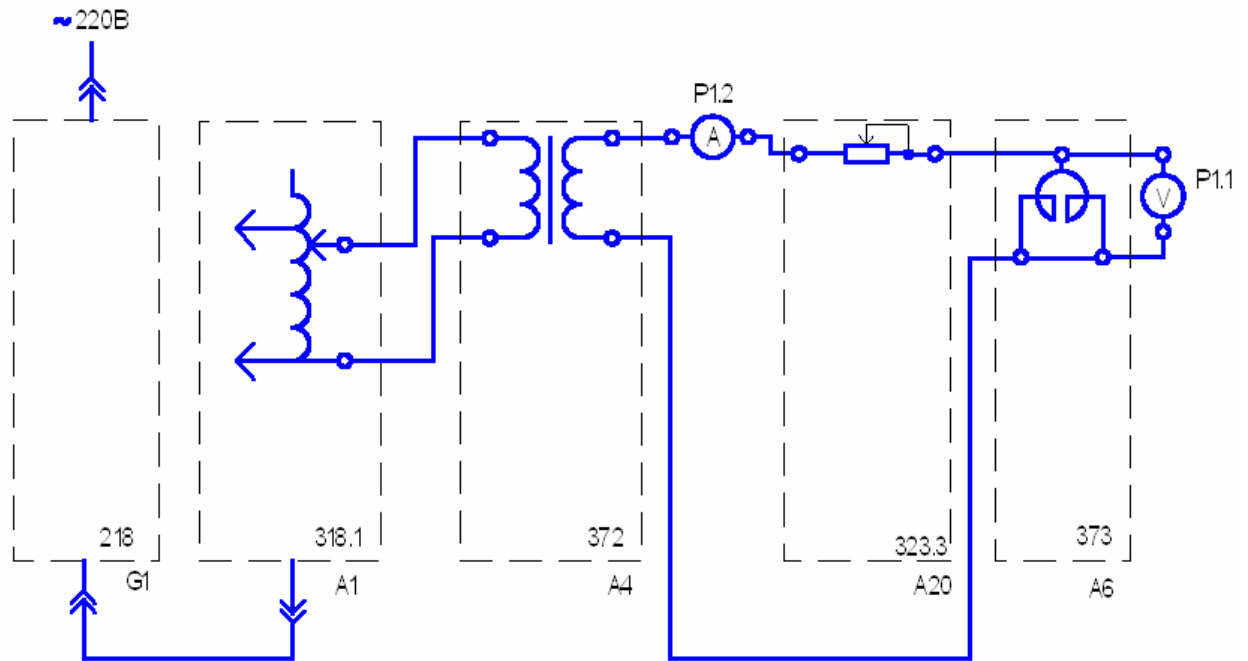

Рисунок 4.2 – Схема соединений
18. Соберите схему рис. 4.2 для определения индуктивного сопротивления реактора A6 с учетом взаимной индуктивности.